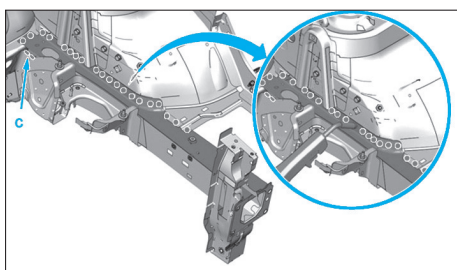

FIG. 17
- par points bouchons la semelle préalablement percée (Fig.17),